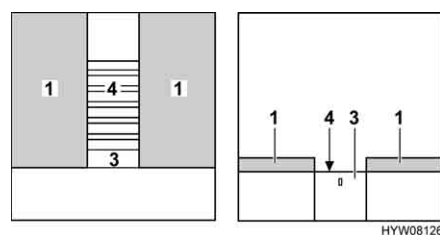

Fig. 135 Durante la trasformazione
- Se sulla base estraibile (Fig. 135,3) è montato un bloccaggio: afferrare da dietro il diaframma e sbloccare la base estraibile.
- Estrarre completamente il telaio portamaterasso (Fig. 135,4) o la prolunga con la base estraibile.